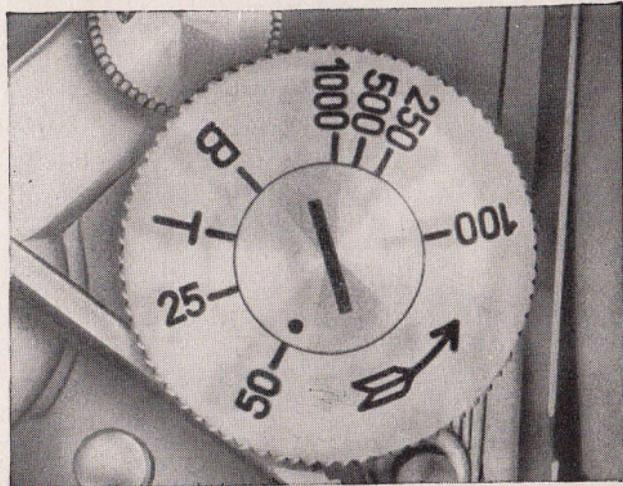

Abb. 10
Der Schlitzverschluss der EXAKTA Varex ist durch die besonderen Reguliermöglichkeiten bekannt: Am Einstellknopf (8) (Abb. 10) lassen sich die kurzen Belichtungszeiten von $\frac{1}{1000}$ bis $\frac{1}{25}$ Sek. einstellen. Die eingravierten Zahlen sind Sekundenbruchteile, 25 = $\frac{1}{25}$, 50 = $\frac{1}{50}$ Sek. usw.